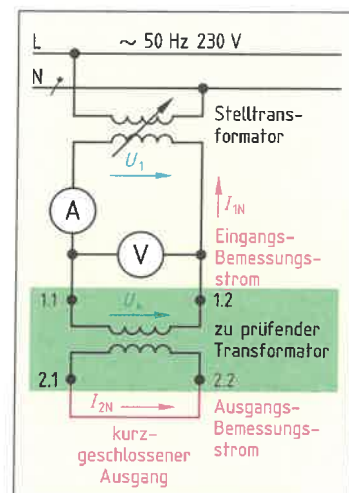

Bild 2: Messen der Kurzschlussspannung U_k
7. Beschreiben Sie mithilfe von Bild 2 den Vorgang zur Ermittlung der Kurzschlussspannung U_k .